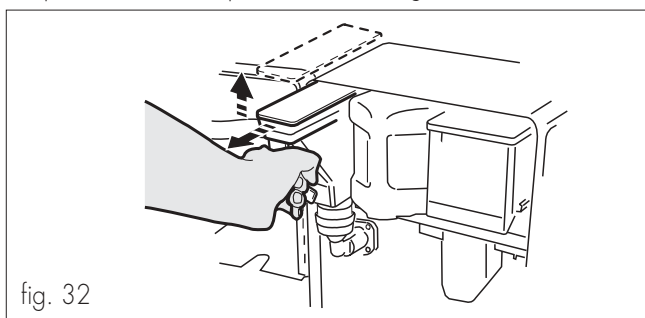

fig. 32
- Extraer el contenedor de su alojamiento elevándolo ligeramente para facilitar la extracción (fig. 32). El contenedor de soluble no precisa de mantenimiento especial. De todos modos, resulta necesario efectuar la limpieza del mismo por lo menos cada mes, asegurándose de que al momento del suministro esté perfectamente seco. El contenedor puede desmontarse separado del casquillo trasero girando este último en sentido contrario a las manecillas del reloj, permitiendo la extracción del perno trasero y del resorte. El casquillo delantero en silicona se puede remover quitando el resorte que le bloquea. Limpiar todos los elementos con un trapo seco o con un chorro de aire comprimido y volver a montarlos efectuando las operaciones en sentido contrario, controlando que la anilla de sellado del perno trasero esté perfectamente íntegra.